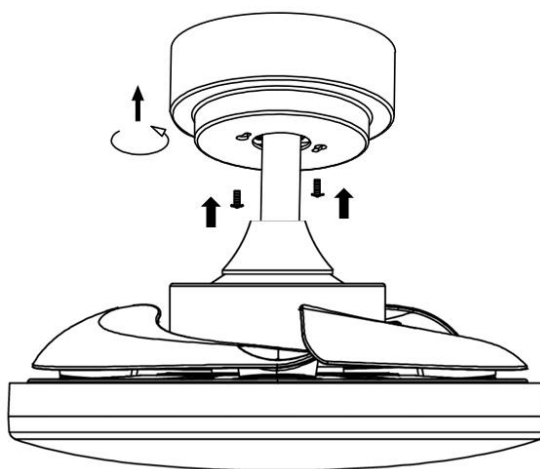

Fig. 11
1. Afloje los 2 tornillos en la parte inferior del soporte de montaje. (Fig.11)
2. Deslice el florón hasta el soporte de montaje y alinee los orificios clave en el florón con los tornillos en el soporte de montaje. Gire el florón hasta que se bloquee en su lugar con la sección angosta de los orificios clave y asegúrelos ajustando los dos tornillos. Evite dañar el cableado eléctrico previamente preparado. (Fig.11)